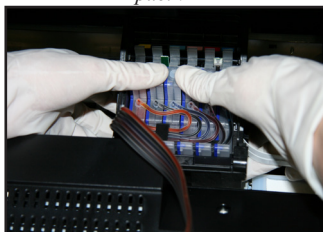

рис. 9
6. Вставьте блок картриджей в каретку (рис. 9).
Установите каретку в центр принтера так, чтобы обнять ее двумя руками и аккуратно нажмите на картриджи до характерного щелчка (рис. 9). Проверьте каждую защелку.